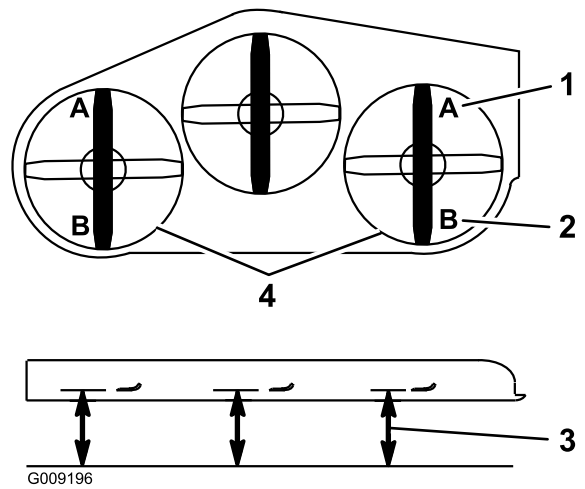

Figure 88
9. De chaque côté du tablier de coupe, mesurez la distance entre la surface plane et la pointe avant de la lame (position A). On doit obtenir un écart de 7.6 cm (3 po) (Figure 88).
15. De chaque côté du tablier de coupe, mesurez la distance entre la surface plane et la pointe arrière de la lame (position B). On doit obtenir un écart de 8.3 cm (3 1/4 po) (Figure 88).